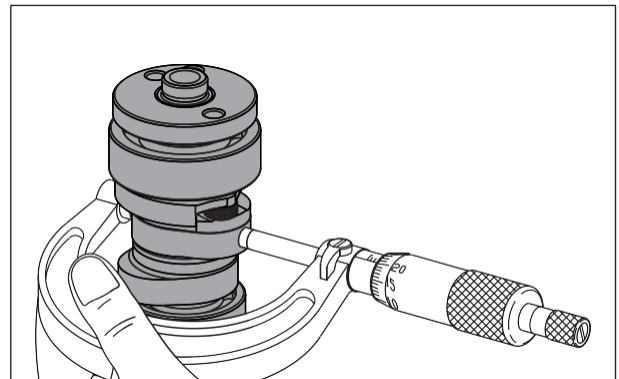

Fig. 3.69
- Mida la altura de los lóbulos de las levas. Si la altura es menor al límite de servicio cambie el eje de levas por uno nuevo. (Fig. 3.69)